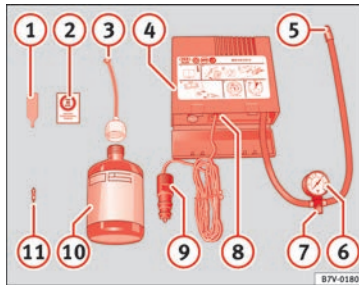

Fig. 63 Representación estándar: contenido del kit antipinchazos.
- Desenrosque la caperuza y el obús de la válvula del neumático. Utilice el aparato » **fig. 63 ①** para extraer el obús. Colóquelo en una superficie limpia.
- Agite con fuerza la botella de sellante de neumáticos » **fig. 63 ⑩**.
- Enrosque el tubo de inflado » **fig. 63 ③** en la botella de sellante. El precinto de la botella se romperá automáticamente.
- Retire el tapón del tubo de llenado » **fig. 63 ③** y enrosque el extremo abierto del tubo en la válvula del neumático.
- Vuelva a colocar el obús con el aparato » **fig. 63 ①** en la válvula del neumático.
- Enrosque el tubo de inflado del neumático del compresor » **fig. 63 ⑤** en la válvula del neumático.
- Compruebe que el tornillo de evacuación de aire está cerrado » **fig. 63 ⑦**.
- Acople el conector » **fig. 63 ⑨** a toma de corriente de 12 voltios del vehículo »  pág. 184.
- Conecte el compresor de aire con conmutador ON/OFF » **fig. 63 ⑧**.